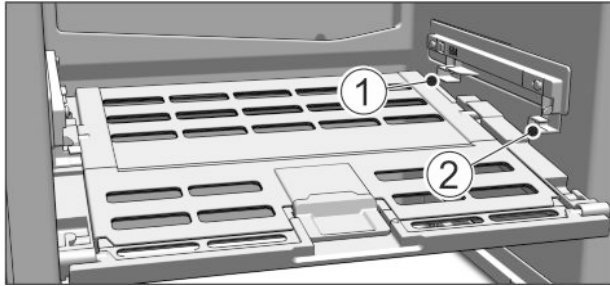

Fig. 16
- Deksel Fruit & Vegetable-Safe aanbrengen: Dekselranden van onder in de achterste houder Fig. 16 (1) plaatsen en van voren in de houder Fig. 16 (2) klikken.